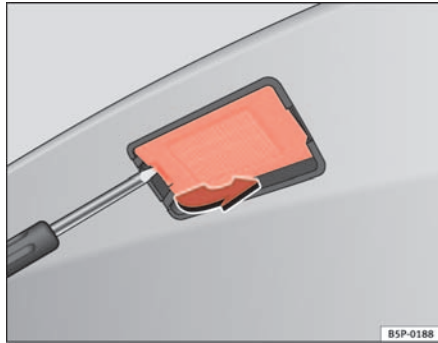

Abb. 197 Kennzeichen-
- Das Lampenglas mit einem Schraubenzieher vorsichtig an der Vertiefung heraushebeln, wie dies der Pfeil darstellt ⇒ Abb. 197.